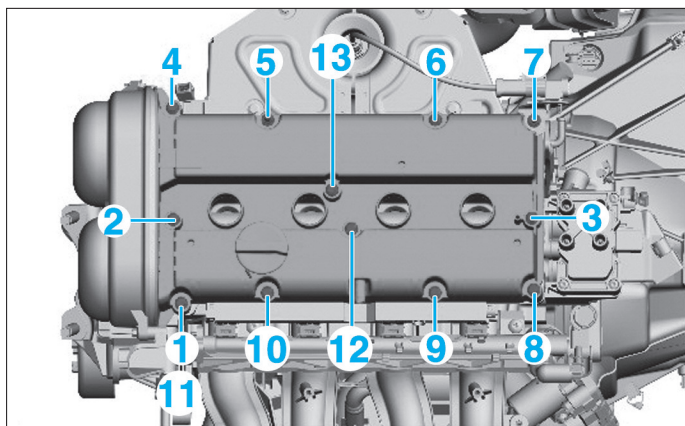

Fig. 39
- Serrer les vis du couvre-culasse en respectant l'ordre et le couple de serrage prescrits (Fig.39).